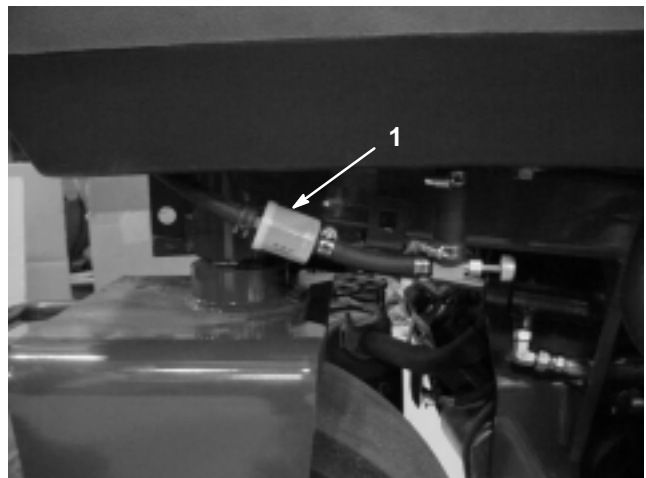

Figure 47
Le filtre à carburant est incorporé dans la conduite d'alimentation, entre le réservoir de carburant et le carburateur (Fig. 47). Remplacez le filtre toutes les 800 heures de fonctionnement, ou plus tôt si le débit de carburant est limité. Vérifiez que la flèche qui se trouve sur le filtre pointe bien dans la direction opposée au réservoir de carburant.
1. Fermez le robinet d'arrivée de carburant, desserrez le collier de flexible (Fig. 47) côté carburateur et débranchez la conduite d'alimentation du filtre.
2. Placez un bac de vidange sous le filtre, desserrez l'autre collier de flexible et déposez le filtre (Fig. 47).